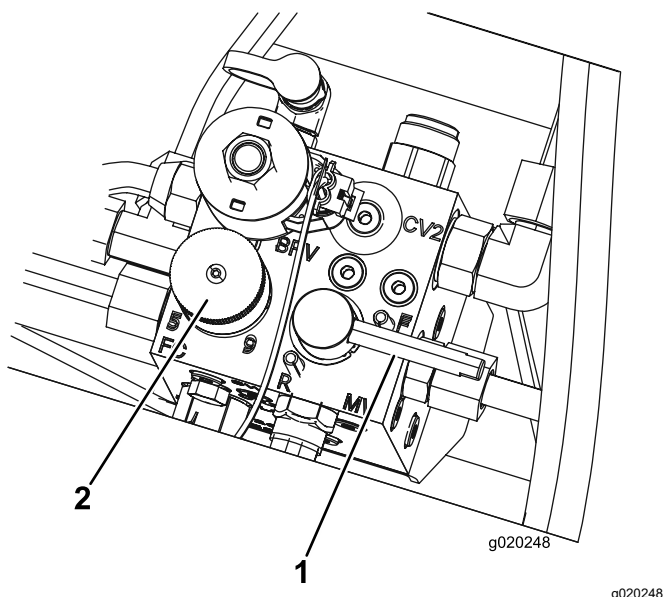

Figure 82
5. Réglez le bouton de commande de vitesse des cylindres à la position 1 (Figure 82).
6. Tournez le levier de rodage à la position R (rodage) (Figure 82).